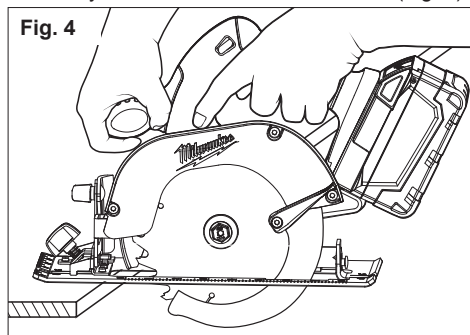

Fig. 4
1. Trace una línea de corte. Coloque la parte delantera de la zapata en el borde de la pieza sin que la cuchilla la toque. Sujete el asidero con una mano y el asidero delantero con la otra (Fig. 4).